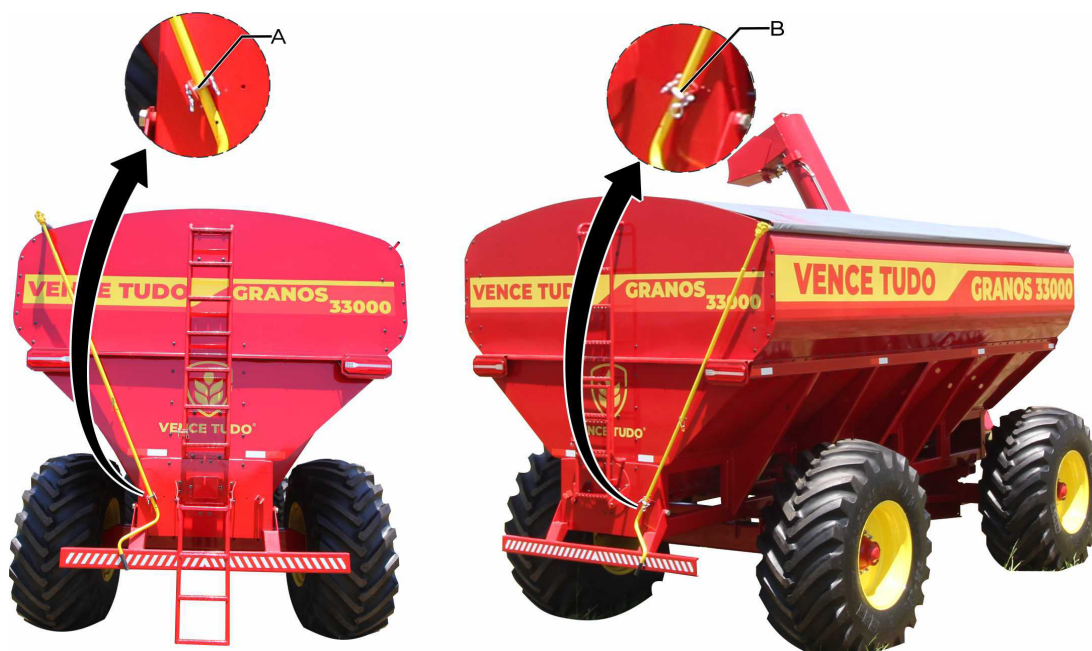

fig. 18
- Desenganche el cigüeñal del soporte (A) (fig. 18).
OBS.: Garantice el bloqueo correcto del lado derecho (B) (fig. 18), dejando la lona bien estirada para que no acumule agua y observando su ingreso dentro del depósito o daños en la propia lona.